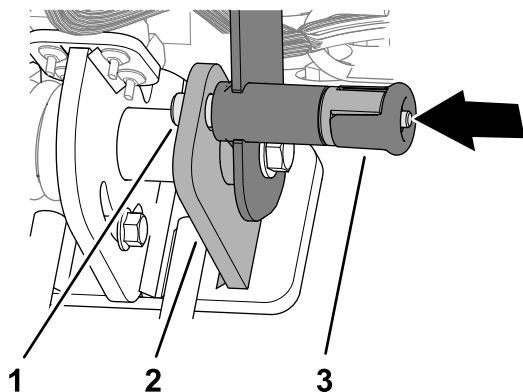

Figura 66
2. Certifique-se de que o pino do trinco da barra de ligação se estende através do furo na placa de detenção (Figura 66).